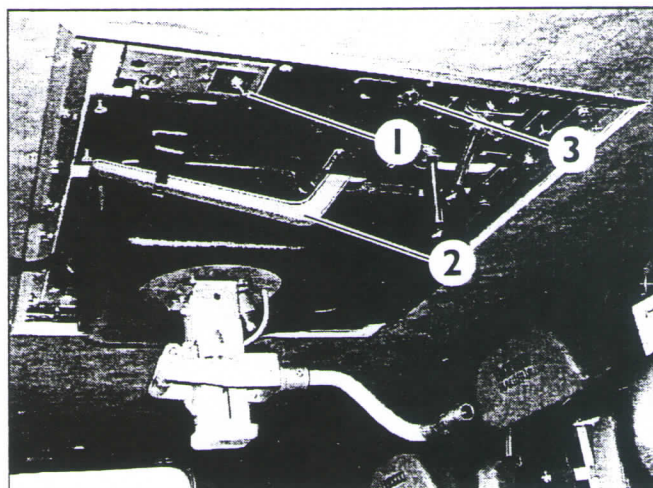

Fig. 54/I
- Por meio da alavanca de operação de emergência (Fig. 54/I, Pos. 2) abra a válvula do monitor de extinção do teto.
- A lâmpada-piloto *Linha de alimentação do monitor de extinção do teto aberta* localizada por cima do assento do motorista acenderá (Fig. 54/I, Pos. 3).